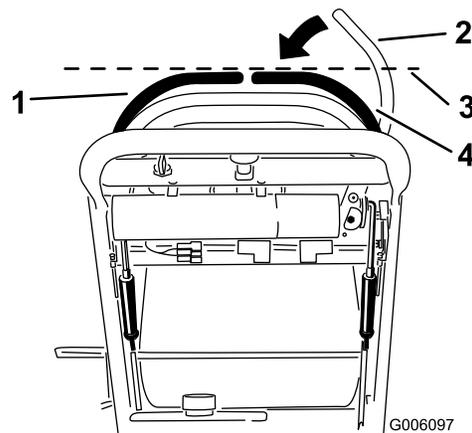

Figure 54
- Abaissez le levier de commande de déplacement droit pour quitter la position de verrouillage au point mort (Figure 54).
- Vérifiez s'il s'aligne horizontalement avec le levier de commande de déplacement gauche (Figure 54).